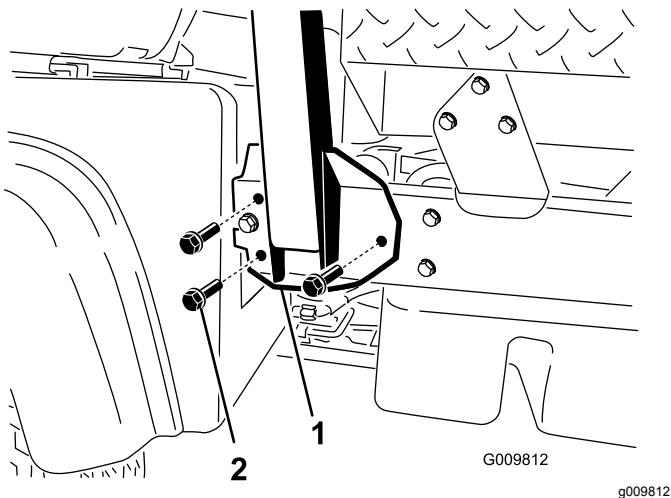

Рисунок 6
- Совместите обе стороны защитной дуги с монтажными отверстиями с каждой стороны рамы машины (Рисунок 6).
- Прикрепите монтажный кронштейн защитной дуги к раме машины с помощью 3 болтов с фланцевыми головками ($\frac{1}{2} \times 1\frac{1}{4}$ дюйма) с каждой стороны (Рисунок 6).